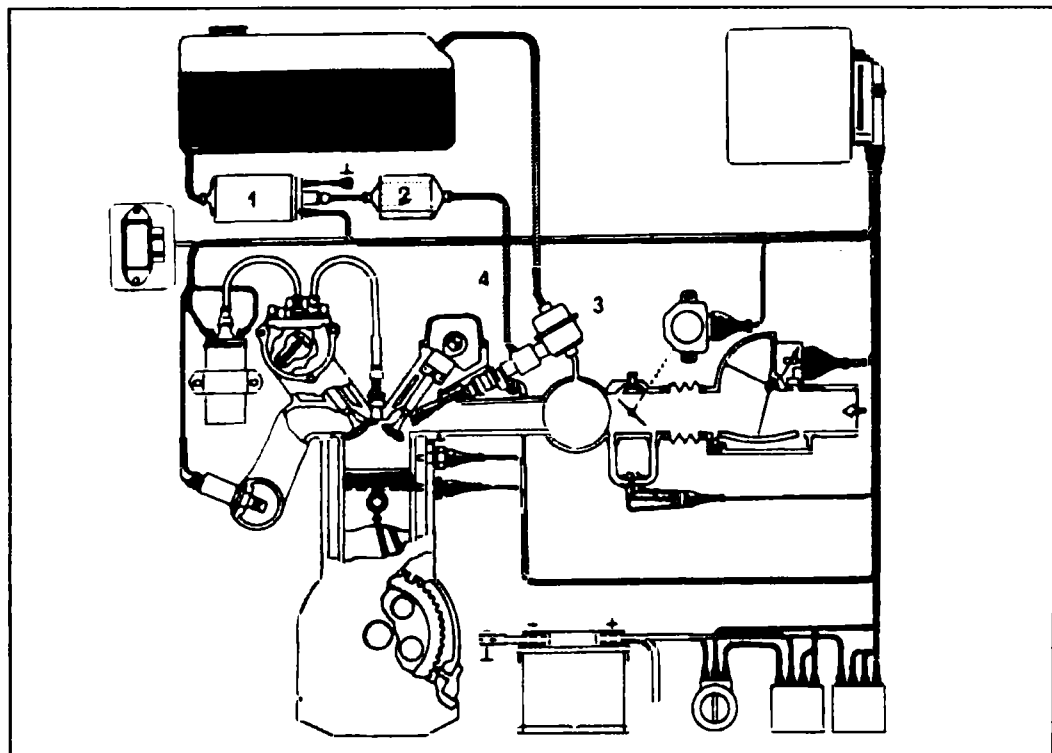

Рис. 4.19 Система подачи топлива
Электрический топливный насос (1) (см. рис. 4.19) подает топливо под соответствующим давлением из бака к фильтру (2). По трубопроводу топливо поступает к отдельным форсункам (4).